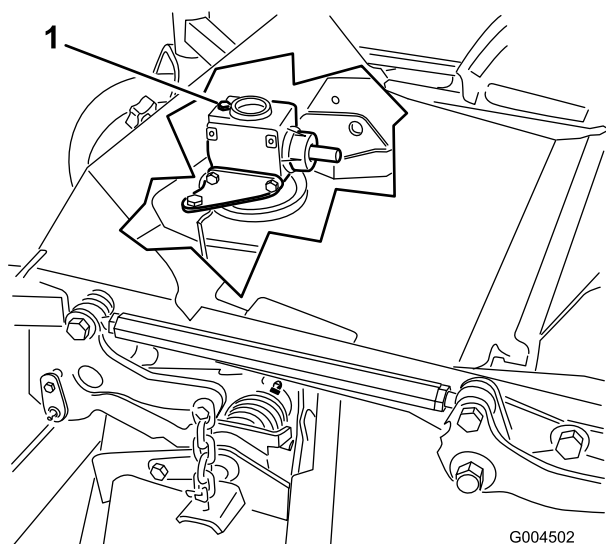

Figure 40
6. Retirez la jauge/le bouchon de remplissage du haut du boîtier d'engrenages (Figure 40) et vérifiez que le niveau de lubrifiant se situe entre les repères de la jauge.
6. Retirez la jauge/le bouchon de remplissage du haut du boîtier d'engrenages (Figure 40).